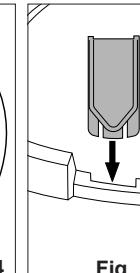

Fig. 4
- Center the crown padding as needed (Fig. 4).
- Centre le rembourrage de couronne au besoin (Fig. 4).
- Centre la almohadilla de la corona según sea necesario (Fig. 4).